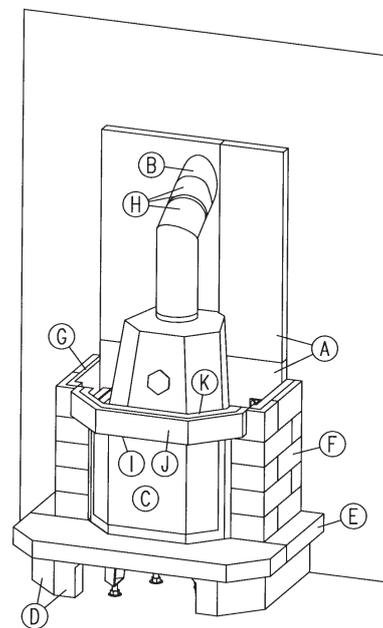

Abb. 8
- 12.2 Auf den Auflagerahmen wird nun der Sturz ohne Spezialsilikon gelegt. Richten Sie den Sturz so aus, dass ein allseitig gleichmäßiger Überstand gegeben ist. Schneiden Sie sich von den 4 cm starken Promasil 950 KS Platten Streifen ab, mit denen Sie den Sturz von hinten vollflächig hinterkleben. Die Promasil Platten werden mit dem K 84 Kleber mit dem Sturz punktwise verklebt. Die Promasil Platten schützen den Sturz vor übermäßiger Erwärmung. Der Sturz muss rechts und links zu den Seitenteilen eine Dehnungsfuge aufweisen, die mit Spezialsilikon ausgefüllt wird. (Abb. 8)